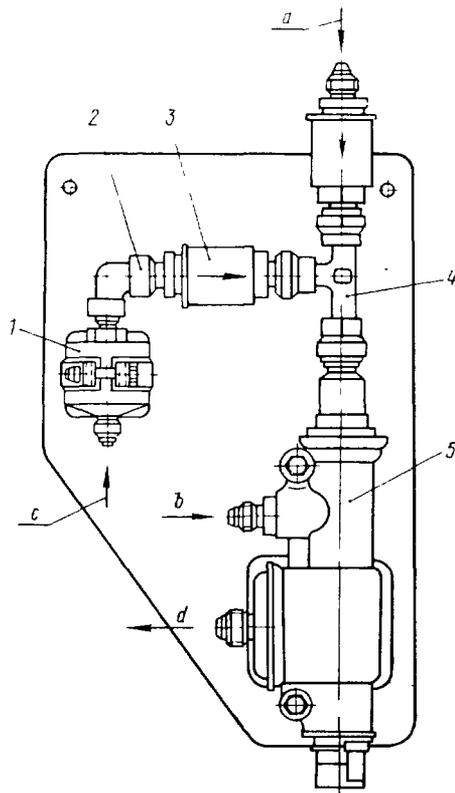

Рис. 2. Пневмопанель:
На пневмопанели (рис. 2) установлены следующие агрегаты пневмосистемы вертолета: воздушный фильтр 723900-4АТ (1); угольник 2; обратный клапан 636100М (3); тройник 4; автомат давления АД-50 (5).